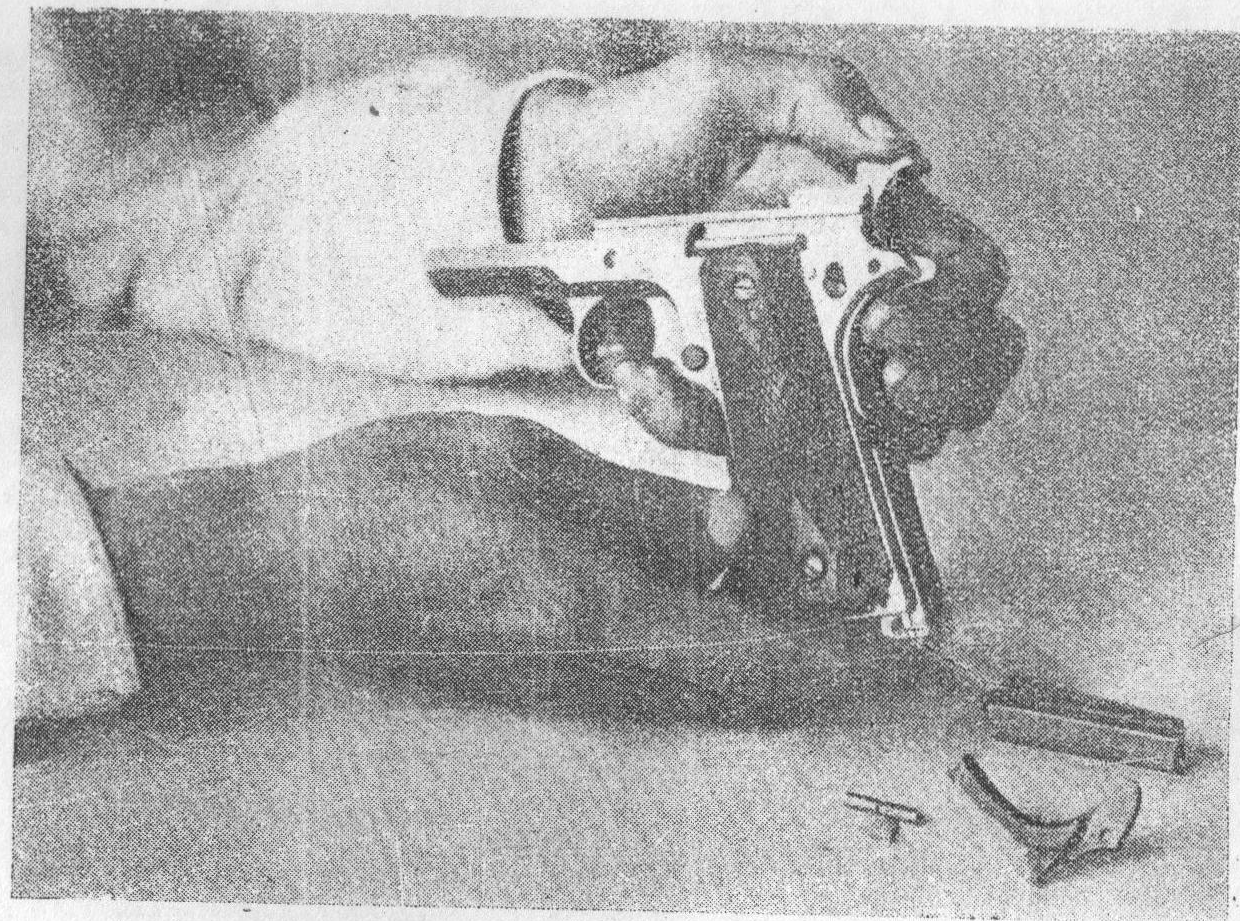

Рис. 17.
Автоматический предохранитель, ничем более не удерживаемый, также освобождается (рис. 17).
9. **Вложить автоматический предохранитель** и вдвинуть задвижку с боевой пружиной в заднюю часть рукоятки остова пистолета, для чего после установки на место автоматического предохранителя следует, придерживая его пальцами левой руки, правой вздвигать задвижку в остов пистолета, наблюдая за тем, чтобы конец рычага курка уперся в головку верхнего стержня боевой пружины. Курок обязательно должен быть в спущенном положении, иначе задвижка не станет на место; после этого, нажимая на кольцо задвижки, закрепить ее чекой, забив ее легкими ударами деревянного молотка в соответствующее гнездо с правой стороны остова пистолета таким образом, чтобы конец чеки с полукруглой выемкой находился с правой стороны остова пистолета (рис. 17 и 16).